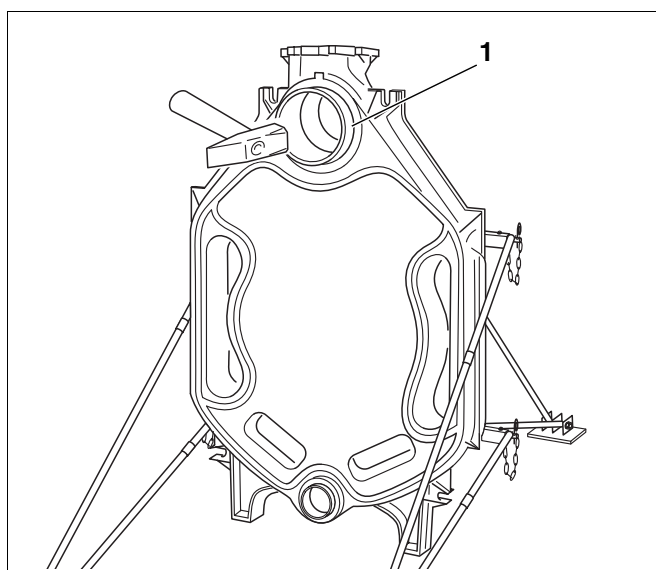

Fig. 11 Montering af niplerne
- Sæt niplerne lige ind i den øverste (gr. 4, 181/70) og i den nederste (gr. 1, 82/50) nippelgang i bagelementet, og slå dem i på kryds med kraftige hammerslag. Den øverste nippel (Fig. 11, **pos. 1**) bør stikke ca. 45 mm og den nederste nippel ca. 35 mm ud af det pågældende nippelgang, når de er slået i.